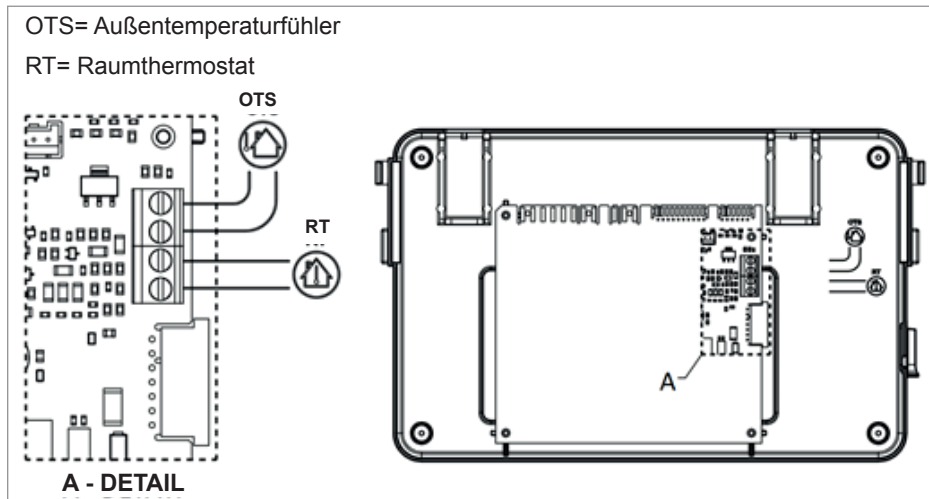

Abbildung 19. Kunststofftafel Innenansicht
- f. Schließen Sie die Kabel der Fernbedienung, des Raumthermostats und des Außenluftfühlers wie in Abbildung 19, Detail A, dargestellt an.